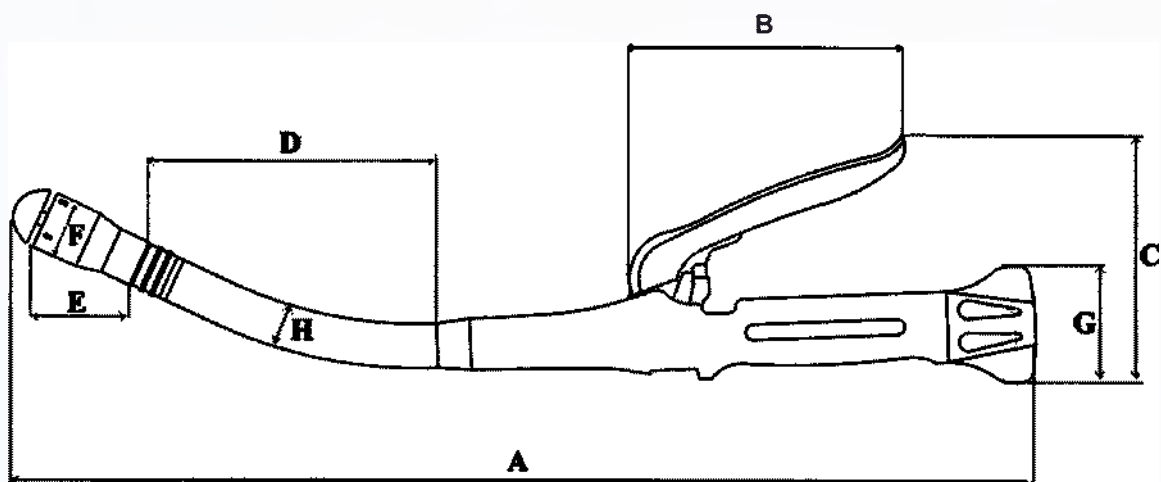

Рисунок 4 – Чертеж.
5. Для облегчения работы нанесите на рабочую поверхность клей К-У или другой лубрикант перед ее введением в кишечный тракт для завязывания кисетного шва. (Рис. 4)